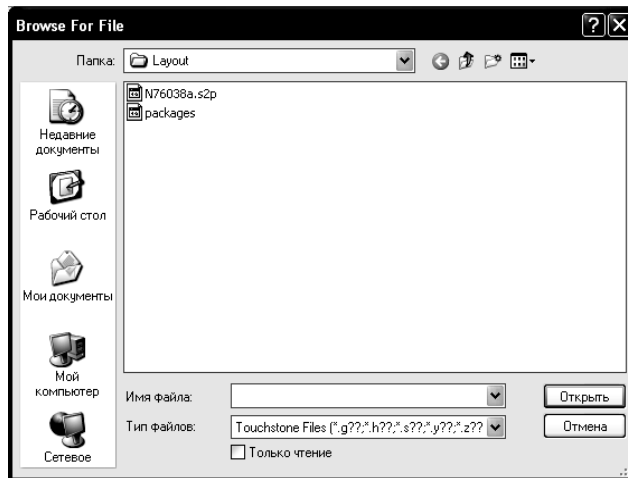

Рис. 4.5
2. Правой кнопкой мышки щёлкните по группе **Data Files** в окне просмотра проекта и выберите **Import Data File**. Откроется диалоговое окно **Browse For File** (Рис. 4.5).